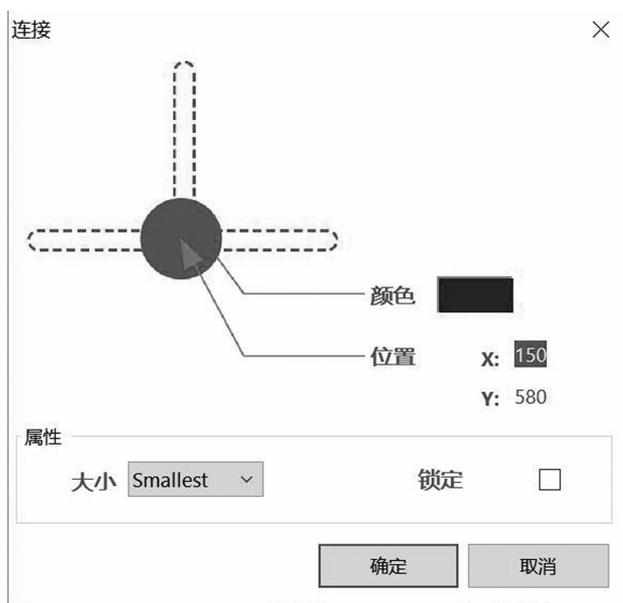

图 4-97 “连接”对话框
(2) 单击键盘上的 Tab 键，打开如图 4-97 所示的“连接”对话框。